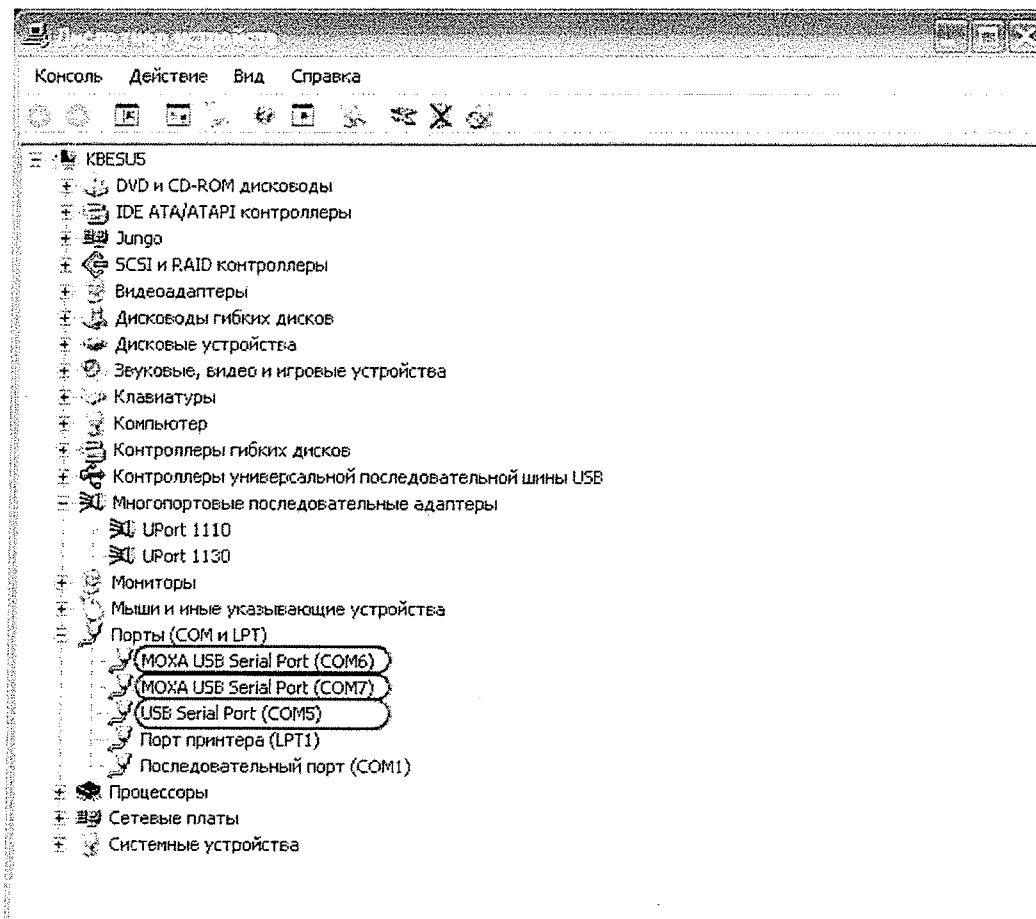

Рисунок 16 - Диспетчер устройств
2.2.2.4 Открыть выпадающий список «ПОРТЫ (COM и LPT)» (см. рисунок 16).
2.2.2.5 В появившемся списке должны присутствовать выделенные строки (см. рисунок 16). В противном случае проверить качество соединения устройств с ПК.